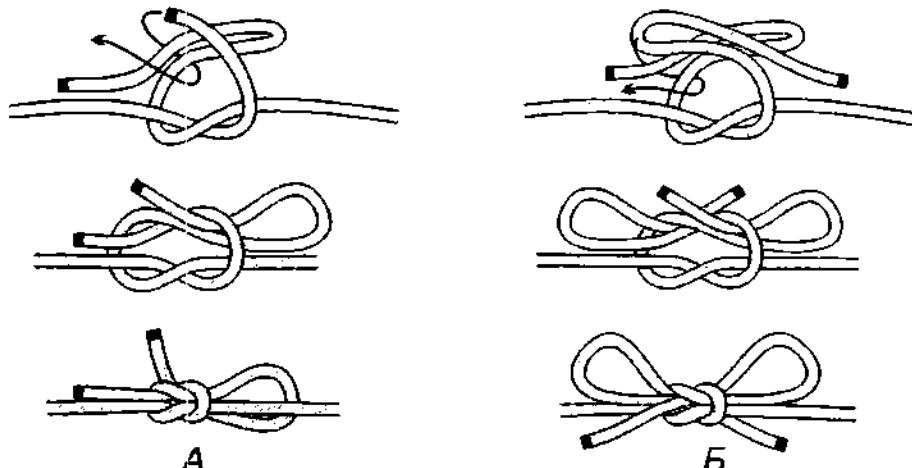

Рис. 806. **Быстроразвязывающийся прямой узел** с одним (однопетельный узел) и двумя «бантиками» (петельный узел, двухпетельный узел).
**Быстроразвязывающийся прямой узел** (**быстроразвязывающийся рифовый узел**, **петельный узел**), пожалуй, самый известный и популярный узел, который умеют вязать даже дети (рис. 806). **Быстроразвязывающийся прямой узел** может вязаться с одним «бантиком» или с двумя. Вторая петля вяжется для красоты и на прочность узла или на скорость его развязывания никоим образом не влияет. Для временного связывания концов достаточно одной петельки.